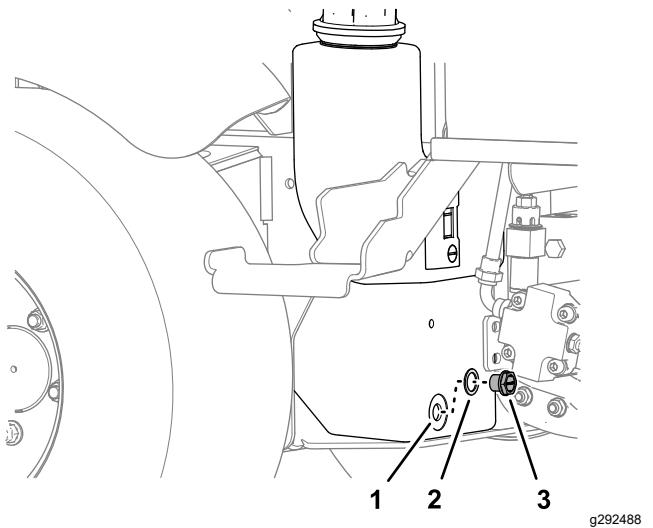

Figure 72
3. Placez un bac de vidange sous le réservoir hydraulique, retirez le bouchon de vidange du réservoir et vidangez tout le liquide hydraulique (Figure 72).